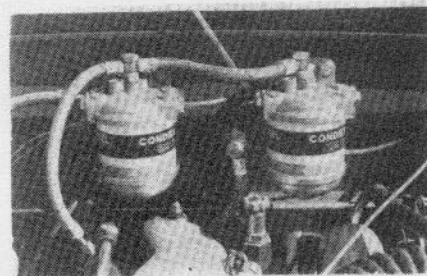

Fig. 85 - Filtros principales de combustible
- A) Los filtros principales están situados en la parte frontal del salpicadero (Fig. 85).